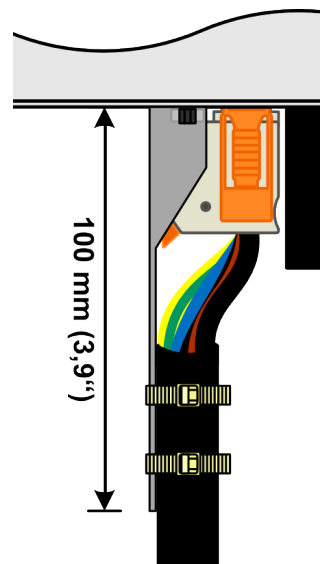

Bild 13 - Fertig montierte Zugentlastung
3. Das AC-Kabel mit dem Stecker einstecken und, von oben gesehen, längs am Haltewinkel vorbeiführen und mit mindestens einem, besser jedoch beiden mitgelieferten Kabelbindern, fixieren. Siehe *Bild 13*.